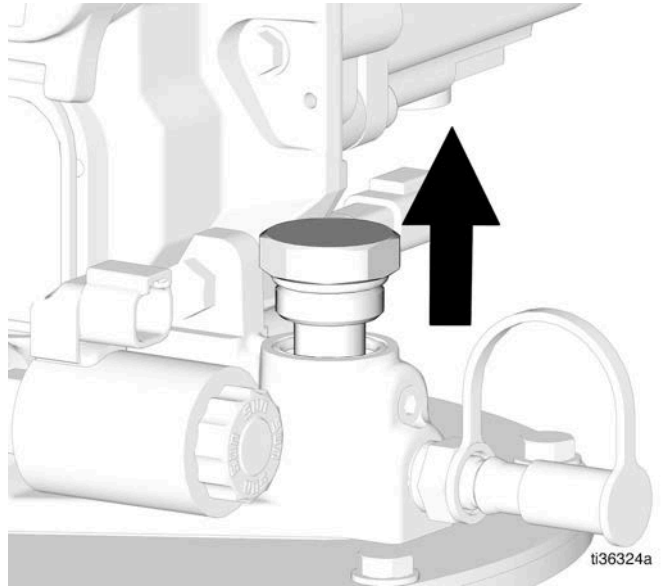
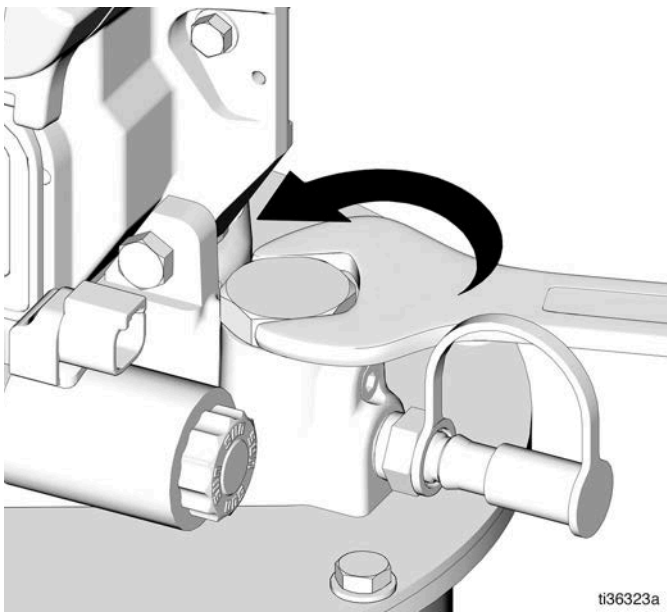

FIG. 5
FIG. 4
4. Desserrez et retirez le bouchon du mécanisme d'arrêt du remplissage automatique de la pompe compacte Dyna-Star. Mettez le bouchon au rebut conformément aux réglementations locales (FIG. 4 et FIG. 5).